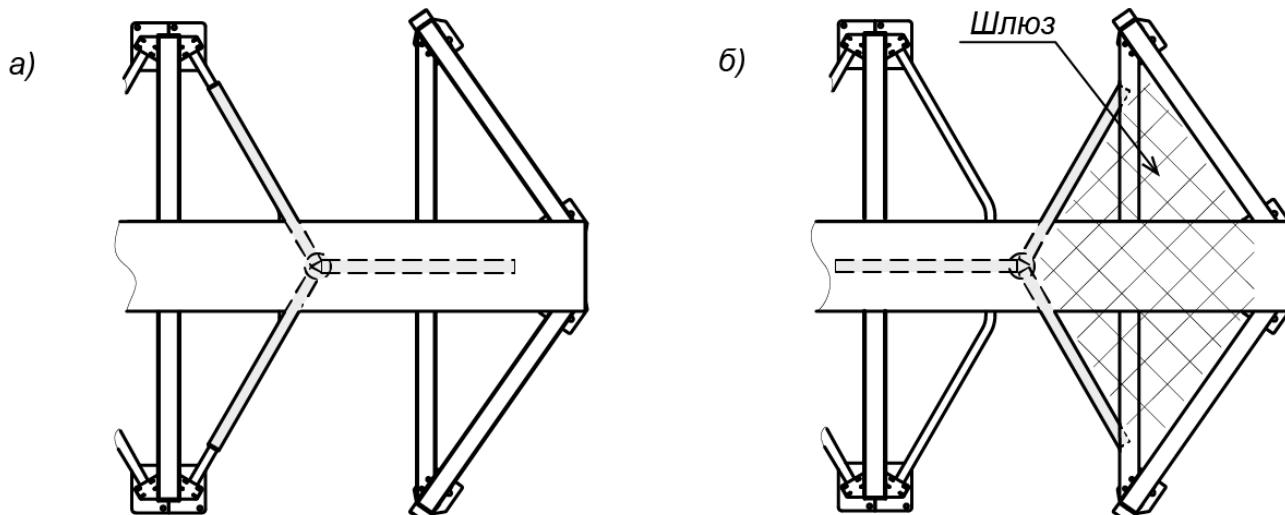

Рисунок 22. Исходное положение створок ИУ турникета (вид сверху): а – для стандартного режима прохода, б – для шлюзового режима прохода
- Сориентируйте секцию ротора турникета согласно выбранному режиму прохода через турникет (см. разд. 8.5, рис. 22) и с учетом совпадения граней верхнего вала ротора с гранями вала привода.
- **Стандартный** (см. рис. 22а). В исходном состоянии зону прохода перекрывает одна створка. Стандартный режим прохода через ИУ турникета рекомендуется использовать в тех случаях, когда нет особо жестких требований к контролю на пропускном пункте.
- **Шлюзовой¹** (см. рис. 22б). В исходном состоянии зону прохода перекрывают две створки, образуя шлюз – часть зоны прохода через ИУ турникета, ограниченную секциями (б) формирователя прохода и двумя створками. Наличие шлюза дает возможность организации усиленного контроля доступа на объект. Шлюзовой режим прохода особенно эффективен для управления проходом людей на пропускных пунктах режимных предприятий, специальных учреждений и других объектов с особыми требованиями к контролю доступа.
3. Разверните ротор на 180° (рис. 22).